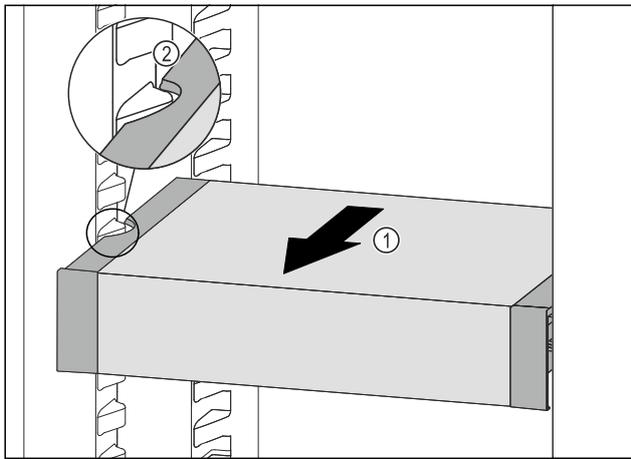

Fig. 109
- ▶ 向前拉动 VarioSafe Fig. 109 (1)，直至 VarioSafe 的侧部凹槽与冷藏区中的容器肋梁持平。 Fig. 109 (2)